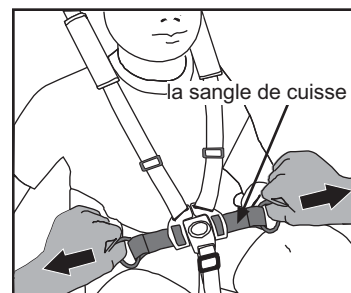

Fig. 20 Serrer la sangle de cuisse.
- Serrer les sangles de cuisse. Régler les sangles de cuisse pour qu'elles soient bien serrées tout en respectant le confort (Fig. 20).